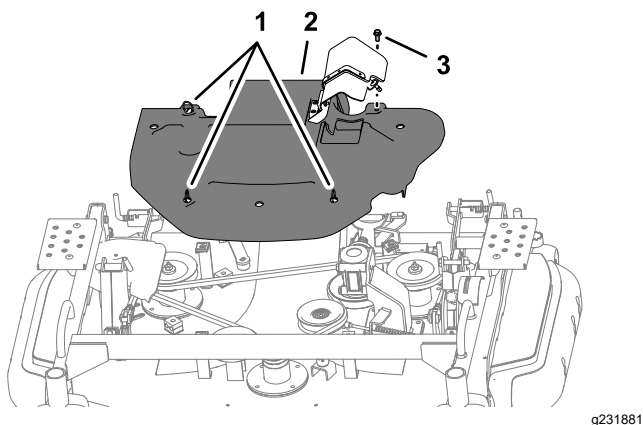

Рисунок 116
1. Поверните 3 элемента зажима за четверть оборота против часовой стрелки (Рисунок 116).
2. Ослабьте затяжку болта (Рисунок 116).
1. Совместите элементы зажима за четверть оборота на кожухе ремня с зажимными гайками на деке газонокосилки; см. Рисунок 116 в разделе Снятие кожуха ремня (страница 85).
3. Вставьте болт в кожухе ремня в зажимную гайку на деке газонокосилки; см. Рисунок 116 в разделе Снятие кожуха ремня (страница 85).